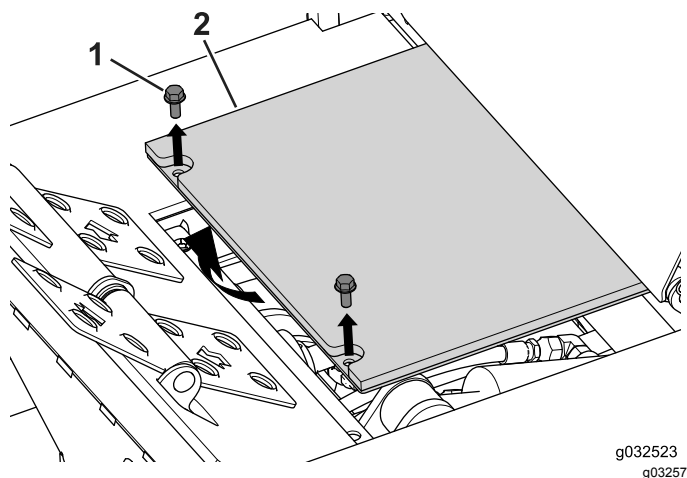

Figura 101
1. Retire os dois parafusos que prendem a cobertura da chapa do piso e retire a cobertura (Figura 101).